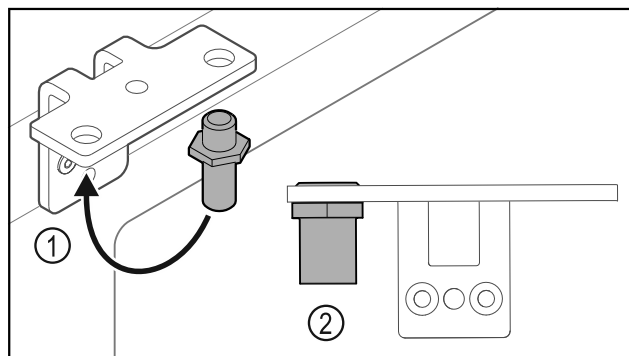

Fig. 37
- Flytta bulten Fig. 37 (1) i gångjärnsfästet.
- Dra åt bulten Fig. 37 (2) med ett vridmoment på 12 Nm.